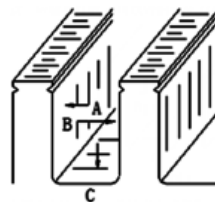

图1
(1) 在下图 1 中 A 面和 B 面之间放一把槽侧面细锉, 沿双向轴线方向在面上工作, 目的是除掉凸出物, 把表面修平。
(2) 在图 1 中所示 C 面的轴向末端部位应小心进行修平, 除去凸出物, 避免产生新的不平部位。沿轴向对 C 面内部轻轻锉磨, 那里凸出物不会太多, 注意不要漏掉槽侧和槽底之间角部 R 处的凸起物。